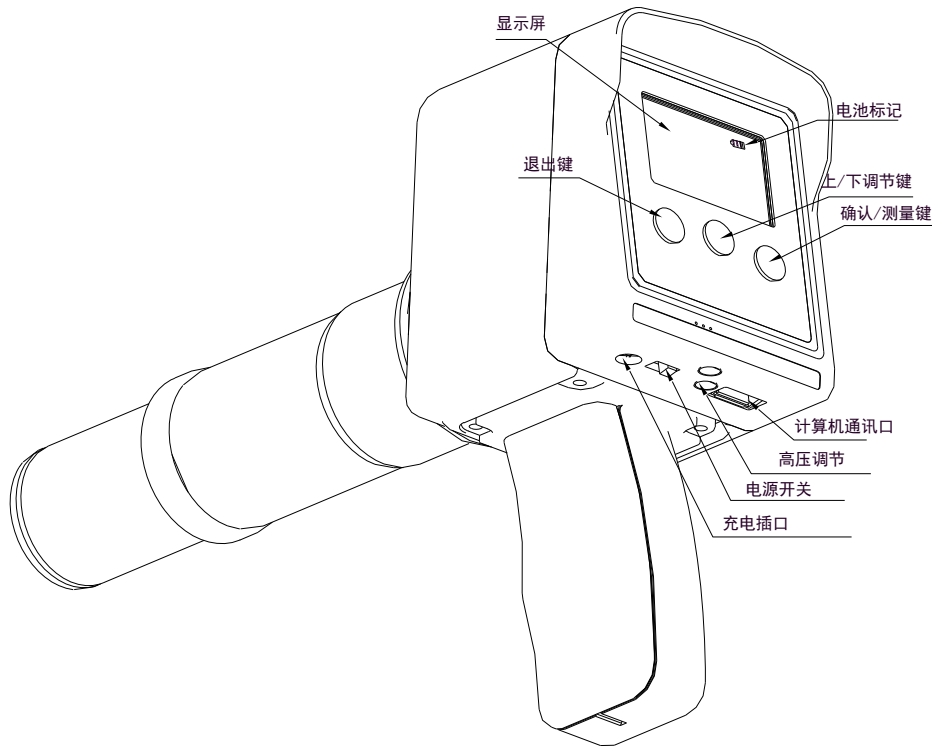
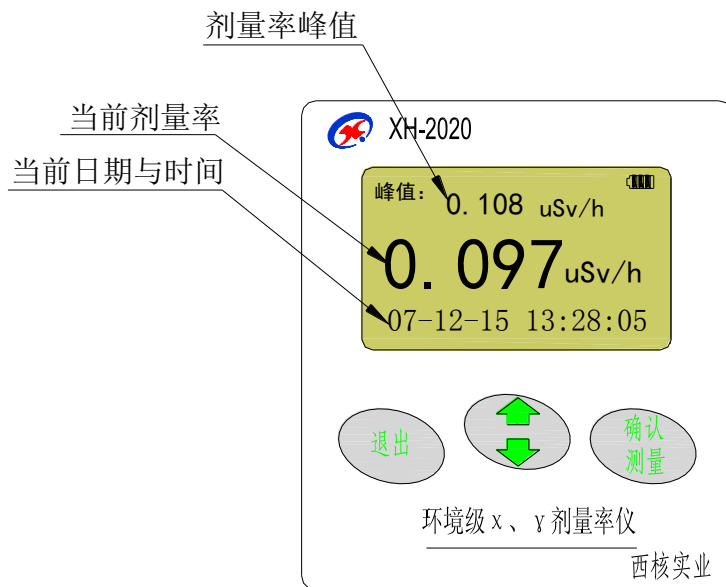

图 1
图 2
3. 3 观察仪器的电量是否充足，如果电量不足则电池标记显示“”，如果电量充足则电池标记显示“”。不足时应及时给电池充电。（如图 1 所示）
仪器上有一组电源开关（如图 1 所示）三组按键开关，按键开关分别是退出键、上/下调节键、确认/测量键（如图 2 所示）按键功能分别如下：
操作步骤：打开电源后按“确认/测量”键，再用“上/下调节”键将仪器调到“剂量率”菜单下，再按下“确认/测量”键，此时仪器进入剂量率测量状态。进入剂量率测量状态后仪器显示屏会显示剂量场剂量率的峰值、当前剂量率、当前日期和时间。（如图 2 所示）